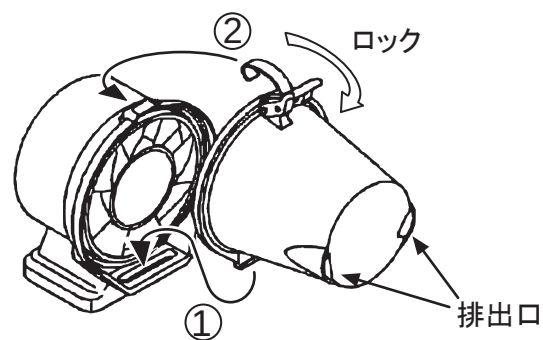

図 35
3 洗浄後は取りはずしたときの逆手順で、①、②の各フックをガイド穴へ確実に差し込んでからロックしてください。（図35）